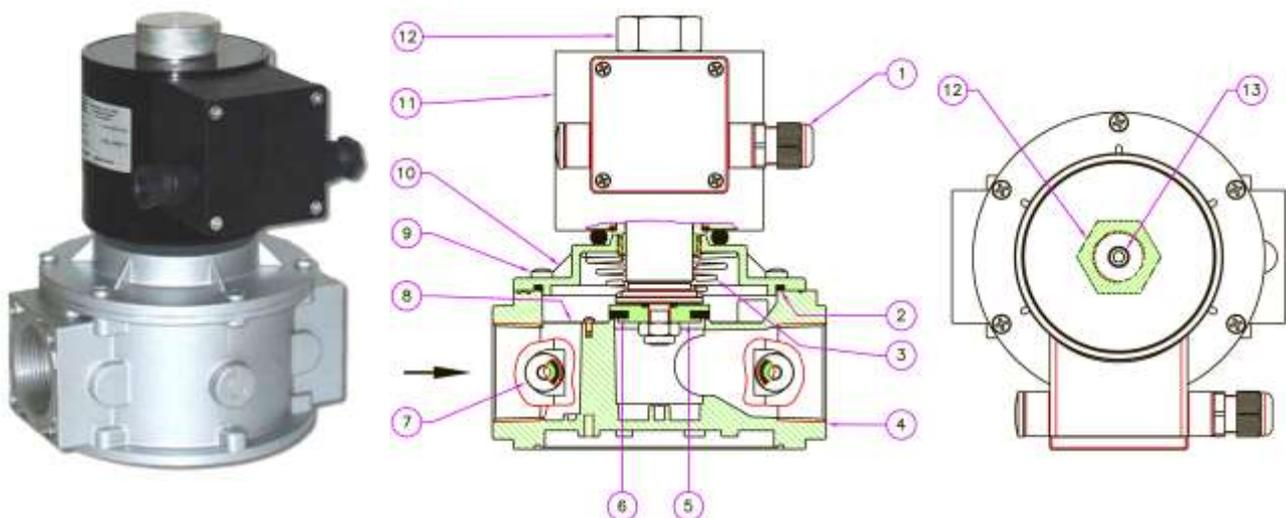

Рис. 2
Клапан рис. 2 состоит из: электрический коннектор (1); верхнее уплотнительное кольцо (2); пружина запирающего механизма (3); корпус (4); затвор (5); манжета затвора (6); заглушка (7); фильтрующая сетка\* (8); винты крепления крышки (9); крышка (10); электромагнитная катушка (11); гайка крепления электромагнитной катушки (12); винт регулировки расхода (13).